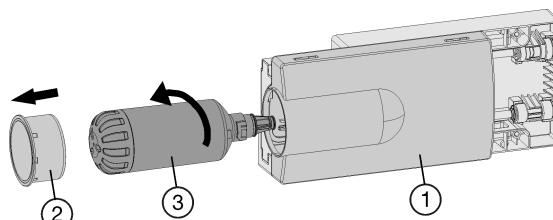

Fig. 7
- Si nécessaire, retirer le tiroir Fig. 7 (1).
- Enlever le couvercle du filtre Fig. 7 (2).
- Tourner le filtre à eau Fig. 7 (3) d'env. 100 ° vers la gauche puis le retirer.